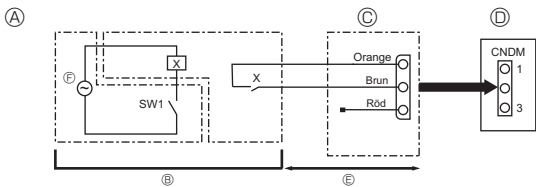

Fig. 10-1
10.1. Lägsta ljud-nivå (ändring på plats) (Fig. 10-1)